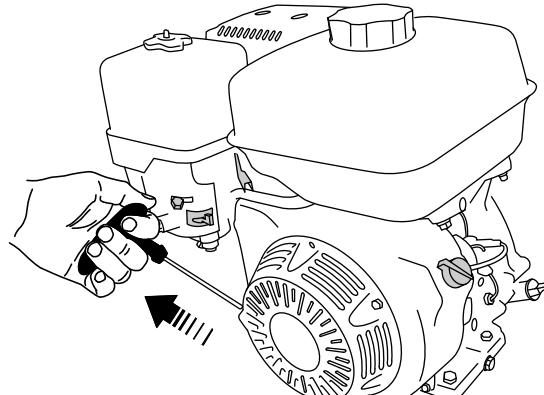

Figura 26
- Tire del arrancador de retroceso suavemente hasta que note resistencia, luego tire con fuerza. Deje que el arrancador vuelva lentamente a su posición inicial (Figura 26).